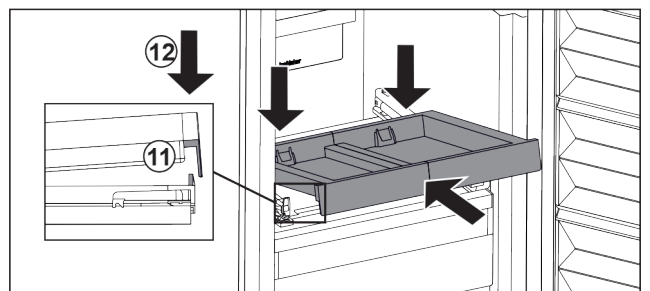

Fig. 173
- ▶ Inserire in modo inclinato. Assicuratevi che l'arresto sia dietro la linguetta su entrambi i lati. Fig. 173 (11)
- ▶ Abbassare il ripiano estraibile nella parte anteriore. Fig. 173 (12)